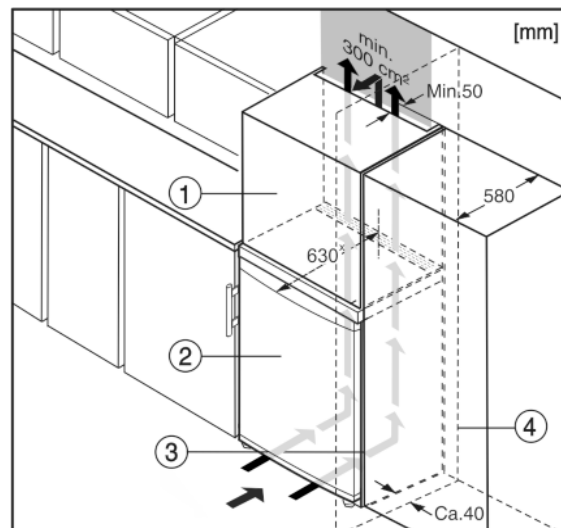

Fig. 5
- (1) Rátétszekrény
- (2) Berendezés
- (3) Konyhaszekrény
- (4) Fal
A készüléket körbe lehet építeni konyhaszekrényekkel. Rá lehet szerelni egy rátétszekrényt Fig. 5 (1), hogy a készüléket Fig. 5 (2) a konyhabútorok magasságához igazítsa.
Ha a berendezést (max. 580 mm mélységű) konyhaszekrényekkel építi körül, akkor közvetlenül a konyhaszekrény Fig. 5 (3) mellett is felállíthatja. A készülék oldalirányban 34 mm x, a közepétől pedig 50 mm x távolságban nyúlik túl a konyhaszekrény előlapjához képest.
Mikor a berendezést a csuklópántokkal egy fal Fig. 5 (4) mellett állítja fel, akkor a berendezés és a fal közti távolság legalább 40 mm legyen. Ez nyitott ajtó esetén megfelel a fogantyú túlnyúlásának.